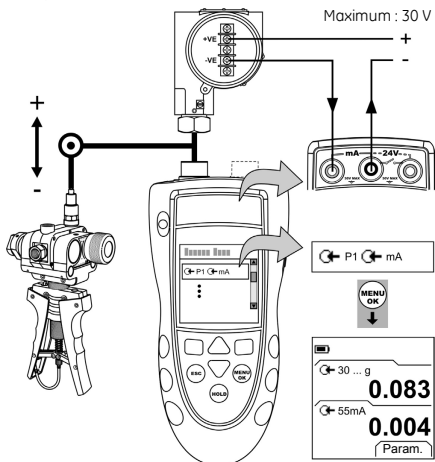
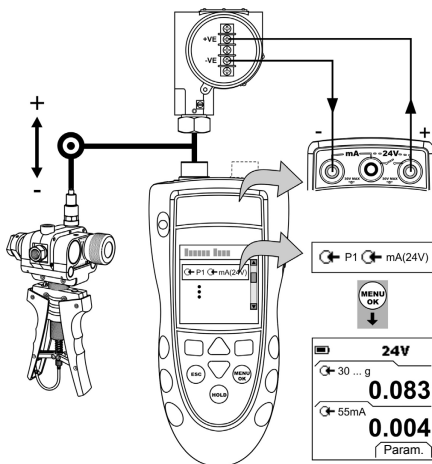

Figure 5 : Exemple de configuration - Étalonnage de transmetteur avec boucle d'alimentation externe
Figure 6 : Exemple de configuration - Étalonnage de transmetteur avec boucle d'alimentation interne
1. Connecter l'instrument (Figure 5 ou Figure 6) et, si nécessaire, régler la Configuration (Tableau 1).